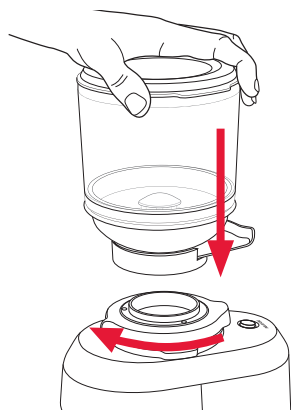

Figure 1
2. Pour fixer le réservoir à grains de café, alignez la flèche du réservoir avec celle située au sommet de la cartouche de mouture puis tournez dans le sens des aiguilles d'une montre pour verrouiller le réservoir. Voir figure 1.